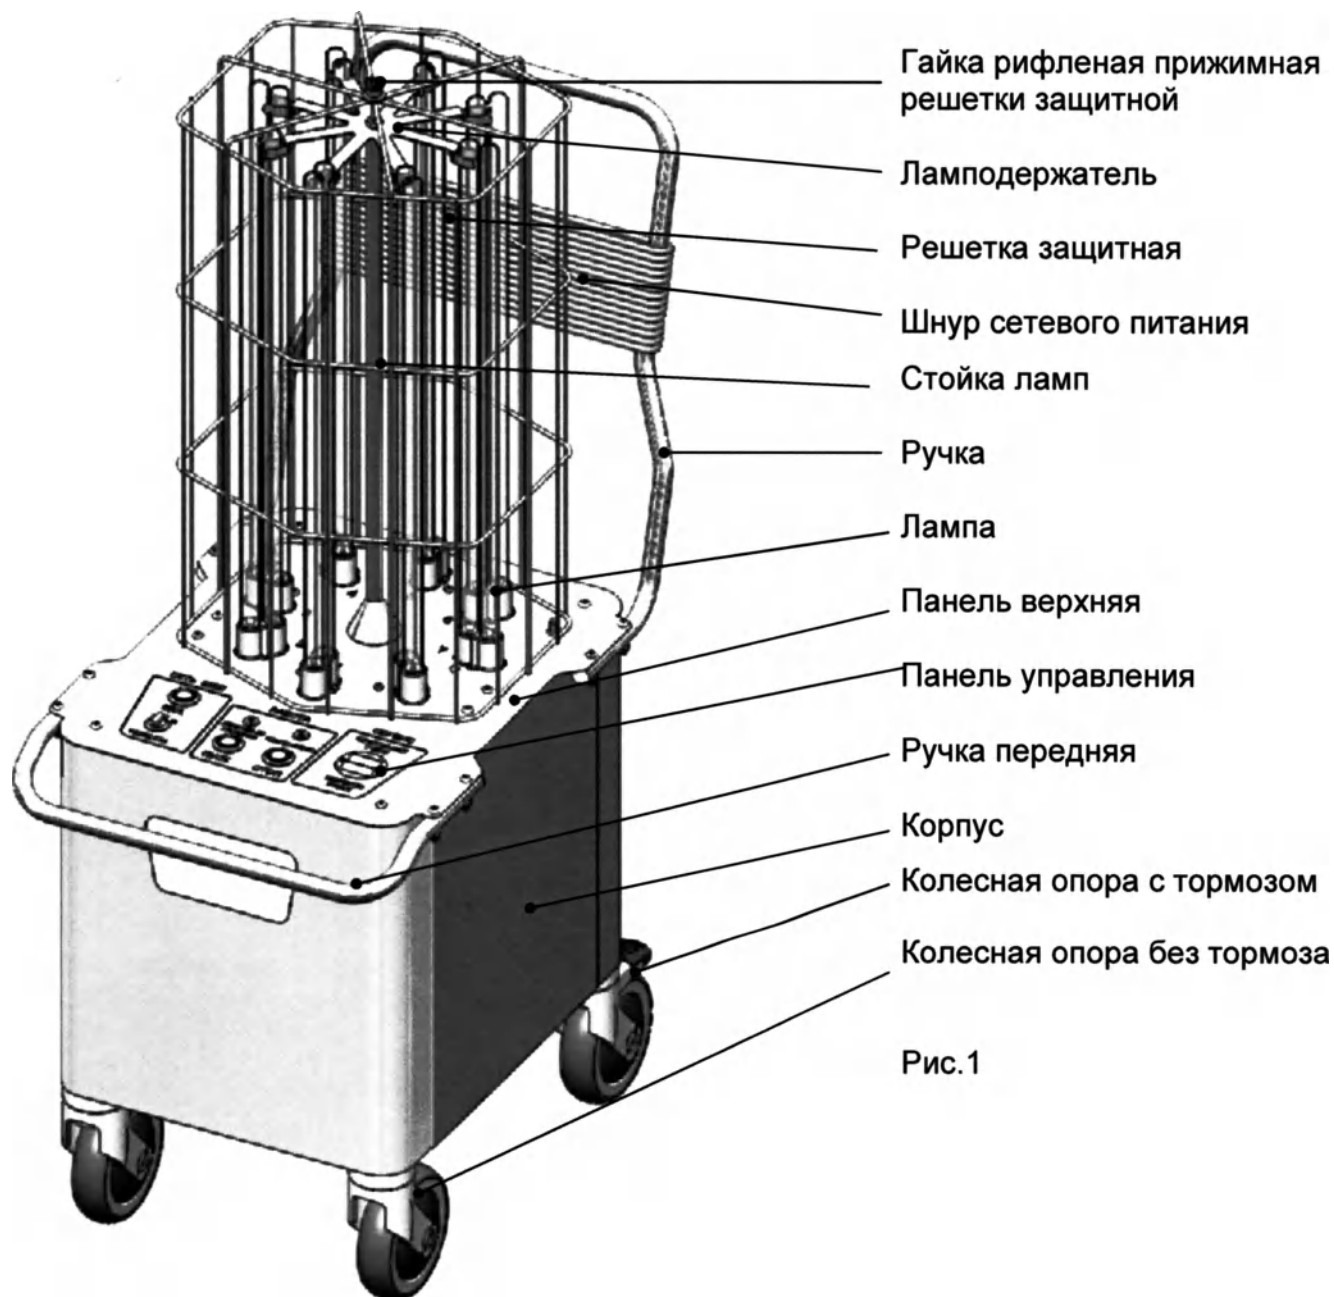
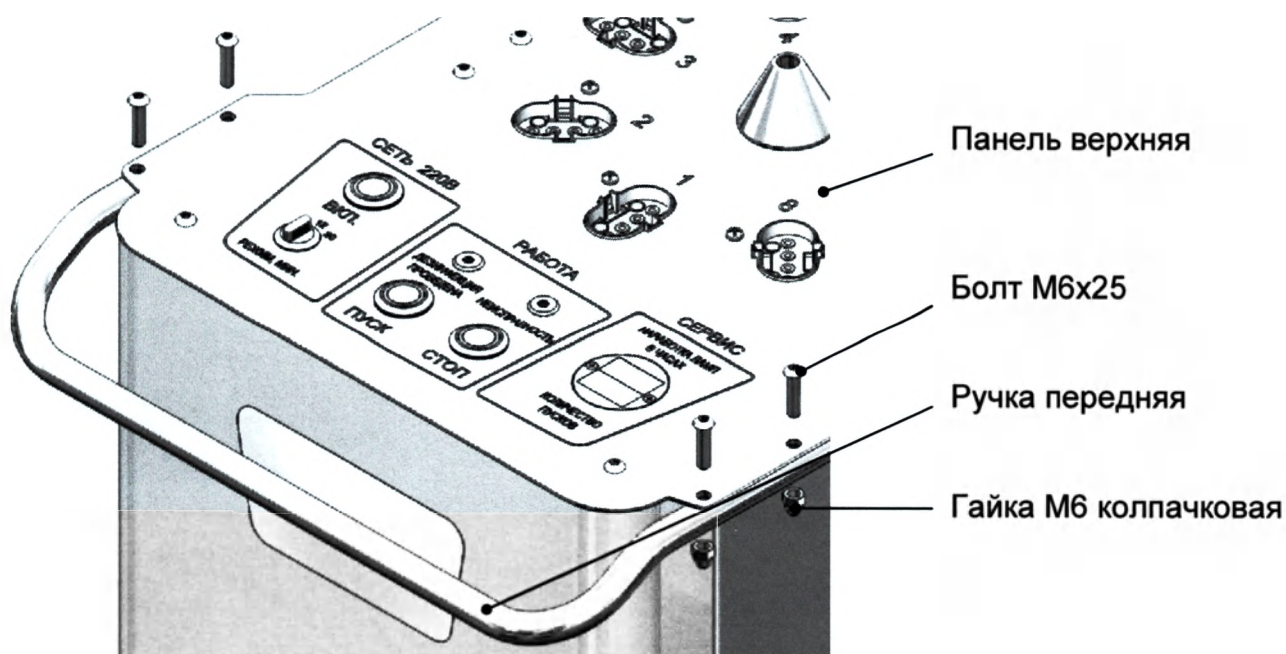
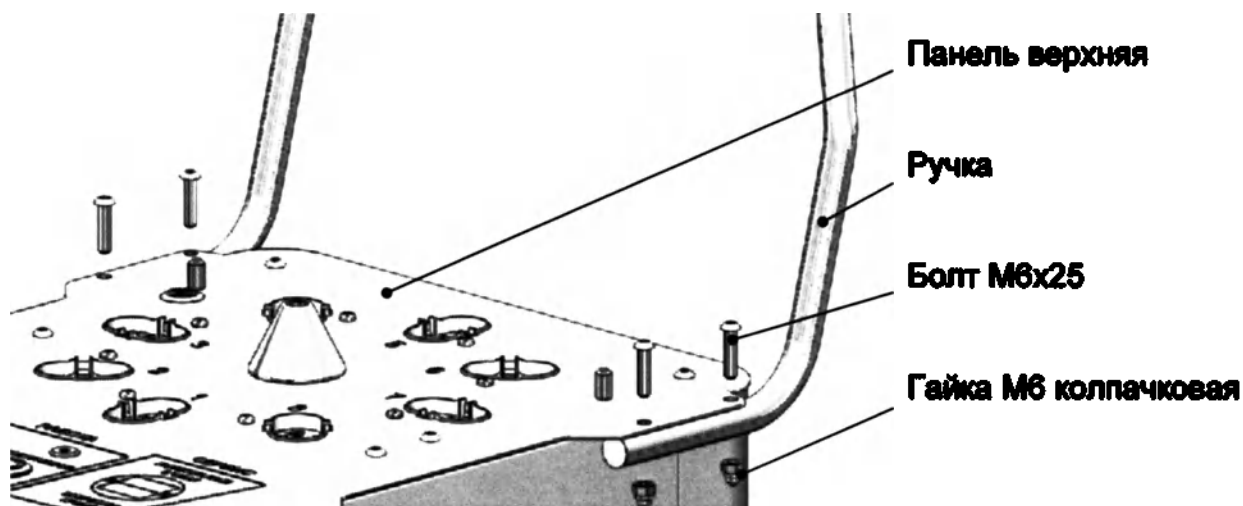

Рис.1
Рис. 16. Установка ручки передней.
Рис. 17. Установка ручки
6.3 Установить в соответствии с рис. 1 ручку переднюю (рис. 16) и ручку (рис. 17), закрепив их на верхней панели корпуса установки при помощи болтов и гаек. Крепежные элементы при транспортировке установлены на верхней панели корпуса.